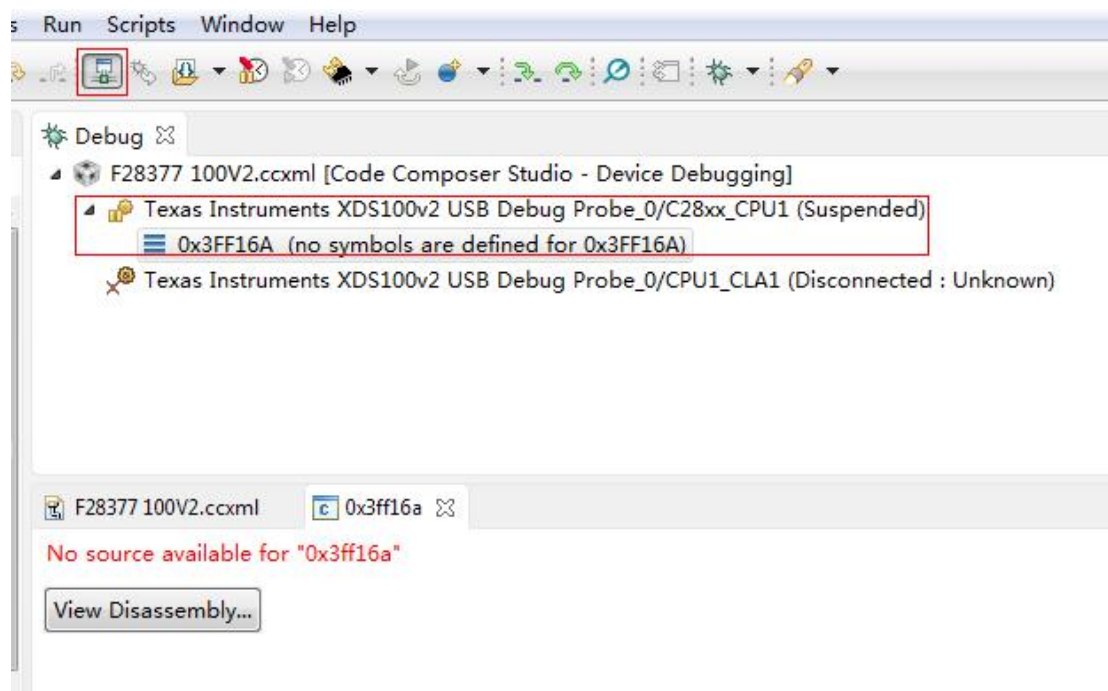

图 3-1-1 连接界面
- (1) 首先将 CCS6.1 开发环境打开;
- (2) 接着把仿真器的 USB 与电脑进行连接, 将仿真器的另一端 JTAG 端插到 YX-F28377 开发板的 JTAG 针处 (注意仿真器插入方向, 请仔细核对防插反针的位置);
- (3) 连接目标板, 出现如下图 3-1-1 则表示连接成功;